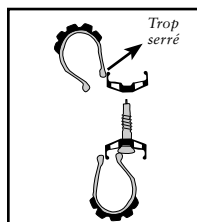

Figure 3.89 - Tige de valve sans chambre à air
*Remarque : si vous commencez à la valve, le talon se trouve sur le dessus de la valve, ce qui prend un peu de jeu nécessaire pour soulever le talon du pneu par-dessus l'épaule de la jante (figure 3.89).*